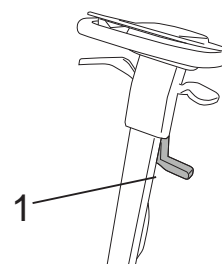

Fig.5
- Levante o squeegee através da alavanca (Fig.5-Ref.1).